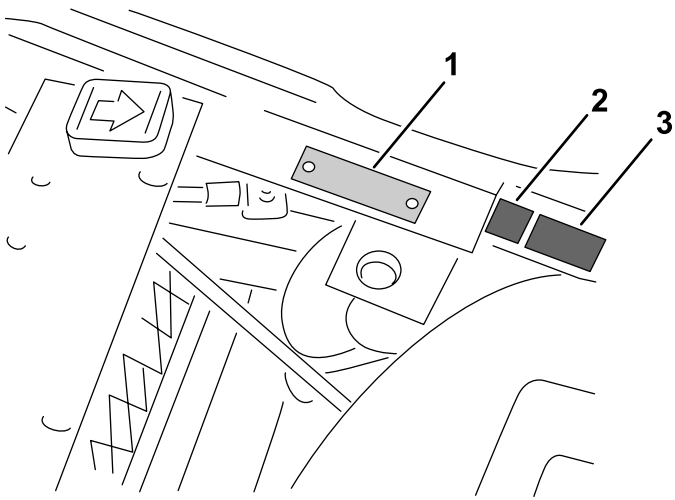

Figura 11
- Aplique la pegatina con marca CE y la pegatina del año de producción cerca de la placa del número de serie en el soporte del reposapiés (Figura 11).